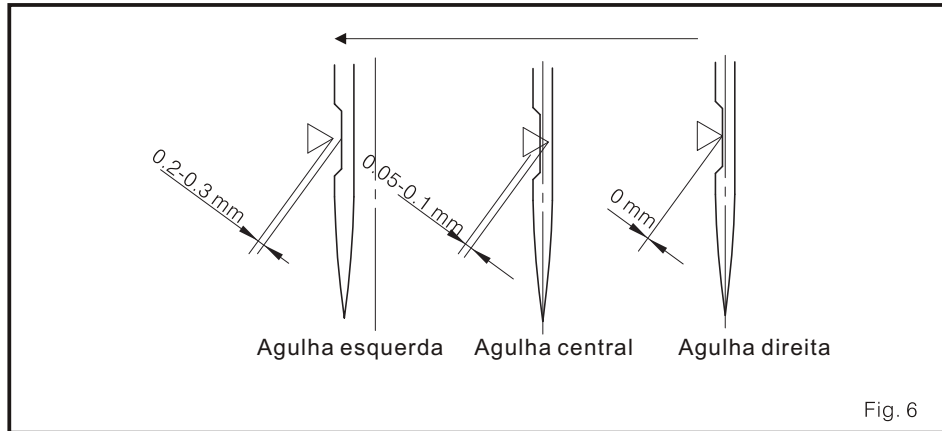

Fig. 6
(3) A relação de distância entre a agulha e o looper. (Fig. 6)